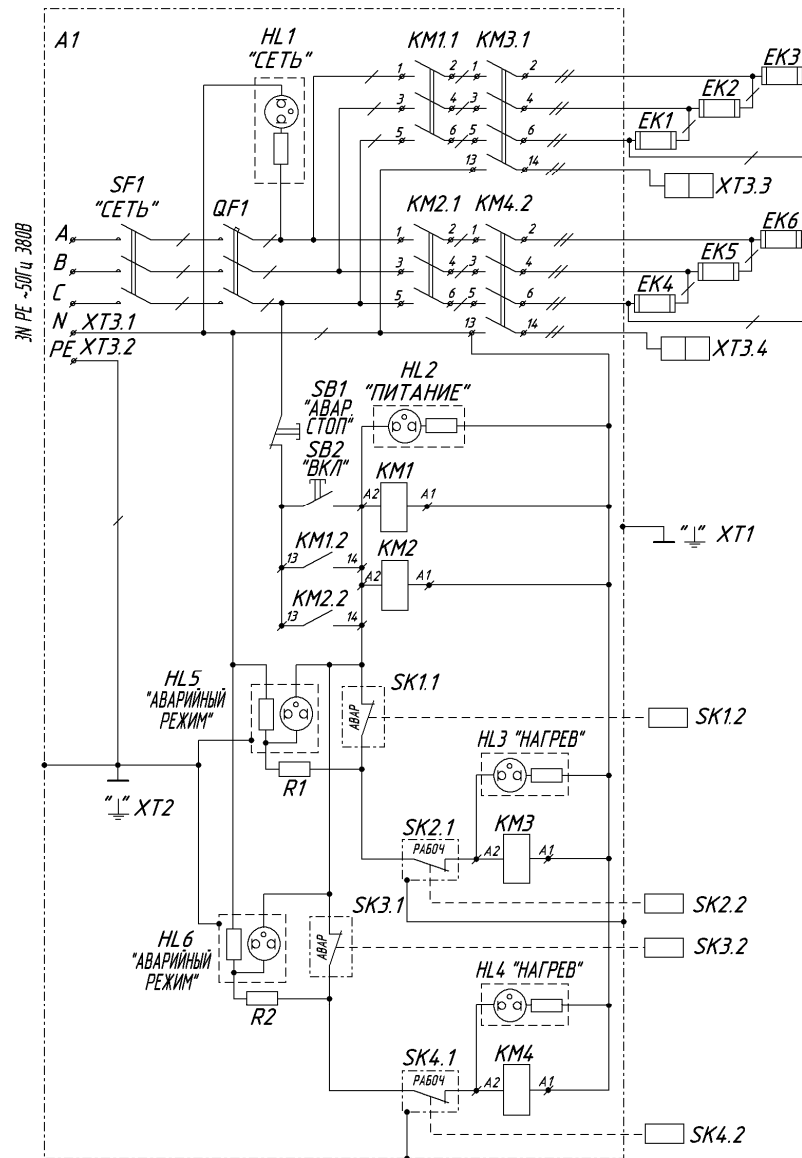

Рисунок 2. Бланширователь ИПКС-073-02-200/2(Н).
6.5 Присоединить кабель от блока управления к ТЭНам согласно схеме электрической принципиальной (рисунок 2).